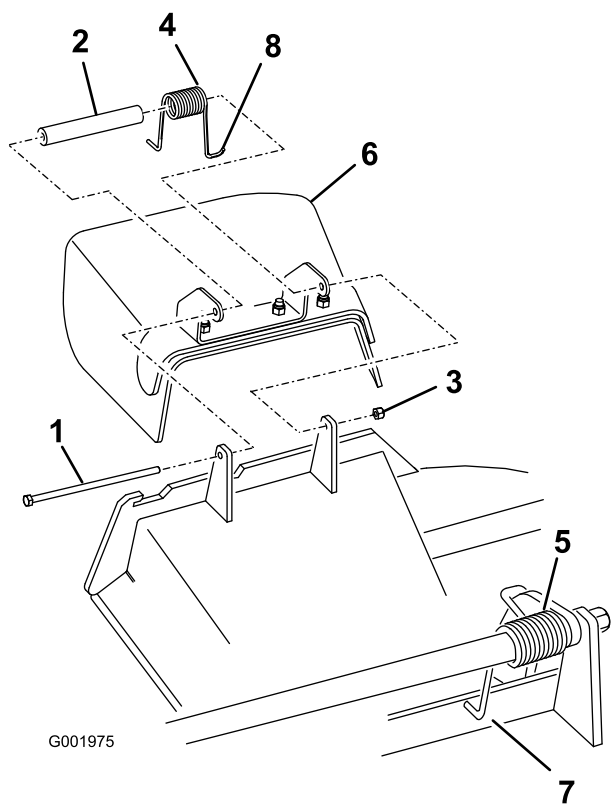

Figura 71
1. Retire la contratuerca, el perno, el muelle y el espaciador que sujetan el deflector a los soportes de pivote (Figura 71). Retire el deflector de hierba dañado o desgastado.
Nota: Asegúrese de colocar el extremo en L del muelle detrás del reborde de la plataforma antes de instalar el perno, según se muestra en la Figura 71.
- Instale el perno y la tuerca. Coloque el extremo en **J** del muelle alrededor del deflector de hierba (Figura 71).